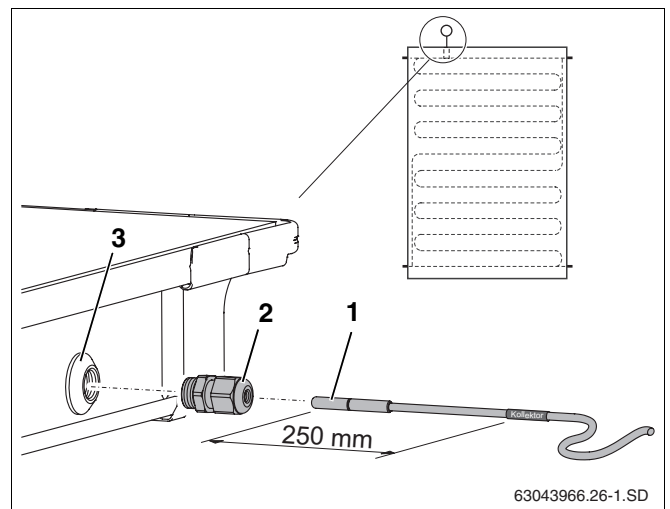

Fig. 51 Deslizar la sonda en el colector
Para que la instalación solar funcione correctamente es necesario deslizar la sonda del colector (fig. 51, **pos. 1**) hasta el tope (corresponde a aprox. 250 mm) en el tubo guía de la sonda.
- ▶ Perfore con la sonda del colector o con un destornillador la capa de impermeabilización del paso de la sonda (fig. 51, **pos. 3**).
- ▶ Enrosque el prensaestopas (fig. 51, **pos. 2**) en el paso de la sonda.
- ▶ Apriete el prensaestopas (fig. 51, **pos. 2**) y, en caso necesario, haga contrafuerza.
Si ha perforado el paso de la sonda (fig. 51, **pos. 3**) del colector equivocado, puede volver a impermeabilizarlo con el tapón incluido en el juego de conexión. Previamente debe retirar la tuerca que se encuentra en el paso de la sonda con la ayuda del pasacable (fig. 51, **pos. 2**).